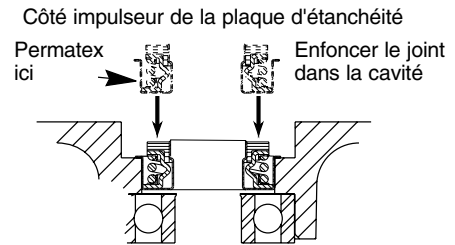

Figure 2
REMARQUE : S'assurer que les faces du joint sont propres et ne sont pas endommagées. Appliquer du Permatex #2 ou un produit équivalent modérément sur le bord extérieur du corps du joint (avec ressort). Figure 2.
1. Enfoncer le corps de joint neuf dans la cavité de la plaque d'étanchéité (Figure 2).